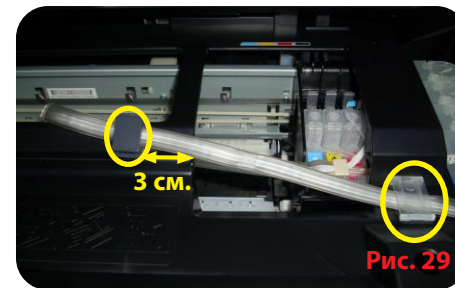

Рис. 29
7.7. Установите маленькую клипсу-держатель на шлейф. Проконтролируйте, чтобы шлейф от каретки шел прямо и не перекручивался, также силиконовый шлейф должен находиться ближе к защелке клипсы, и информационный шлейф ближе к скотчу клипсы. Отделите защитную пленку от двухстороннего скотча держателя. Приклейте держатель (место расположения Рис. 29).
7.9. Установите большую клипсу-держатель. (Рис. 29).